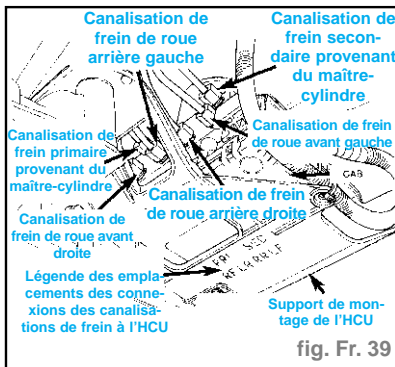

fig. Fr. 39
- Déposer les six canalisations de frein des orifices d'entrée et de sortie de l'HCU (fig. Fr. 39).
- Poser les six canalisations de frein de châssis dans les orifices corrects du bloc de soupapes de l'ICU, comme indiqué (fig. Fr. 39). Serrer les écrous des canalisations au couple de **1,7 daN.m**.